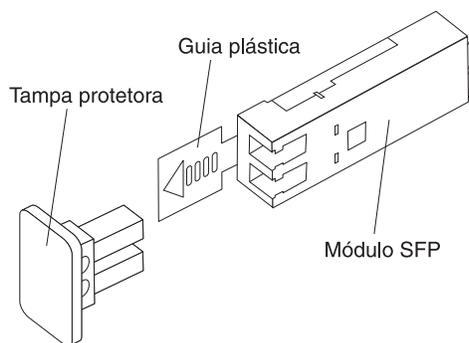

Figura 3-7. Módulo SFP e Tampa Protetora
2. Remova a tampa protetora do módulo SFP, conforme mostrado na Figura 3-7. Guarde a tampa protetora para utilização futura.
2. Se necessário, remova a tampa protetora do módulo SFP, como mostra a Figura 3-7 na página 3-7. Guarde a tampa protetora para utilização futura.